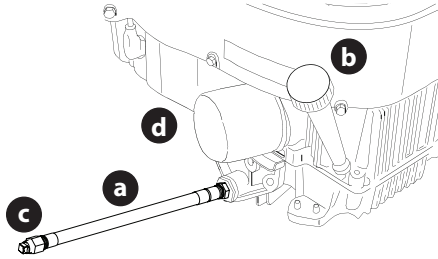

Figure 33
1. Repérez le boyau de vidange d'huile (a) sur le côté du moteur (Figure 33).
2. Placez un récipient adéquat d'une capacité minimum de 2,37 l (2,5 quarts) sous l'extrémité du boyau de vidange d'huile pour recueillir l'huile usée. Enlevez le bouchon de remplissage et la jauge d'huile (b) du tube de remplissage d'huile (Figure 33).
3. Tenez l'extrémité libre du boyau de vidange d'huile au-dessus du récipient collecteur, puis dévissez le bouchon à tête carrée (c) du boyau de vidange d'huile (Figure 33). Vidangez l'huile du moteur dans le récipient.
5. Retirez le filtre à huile (d) et laissez l'huile s'écouler dans le récipient (Figure 33).
6. Remplacez le filtre à huile (d) et remplissez le moteur avec de l'huile neuve selon les instructions de la notice d'utilisation du moteur (Figure 33).